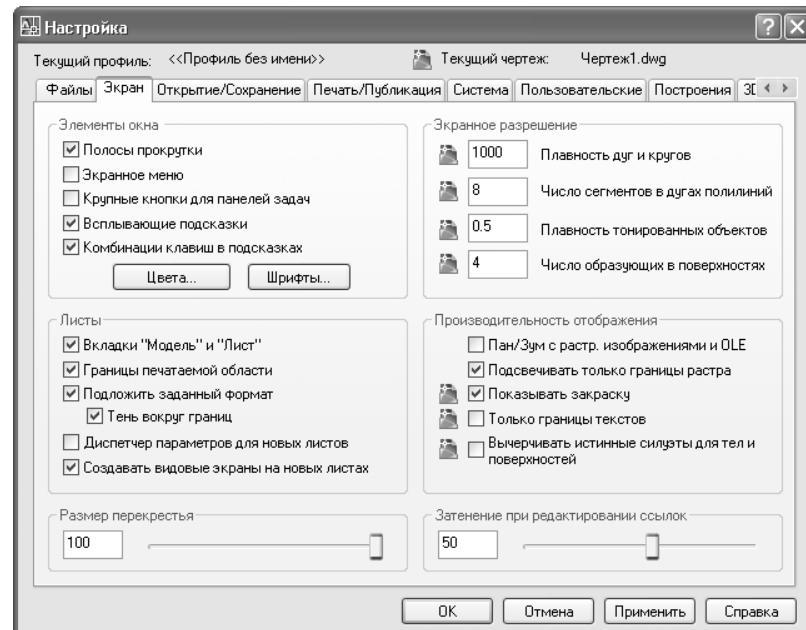

Рис. 1.5 ▼ Вкладка **Экран** (Display)
- Перейдите в окне **Настройка** (Options) на вкладку **Экран** (Display), на которой представлены параметры, управляющие отображением элементов графического интерфейса AutoCAD (рис. 1.5).
- Если в группе **Элементы окна** (Window Elements) (находится в левом верхнем углу вкладки) установлен флажок **Полосы прокрутки** (Display scroll bars in drawing window), как показано на рис. 1.5, щелкните на нем для его сброса и отключения соответствующего режима. Не спешите щелкать на кнопке **OK** – настройку интерфейса мы еще не закончили.